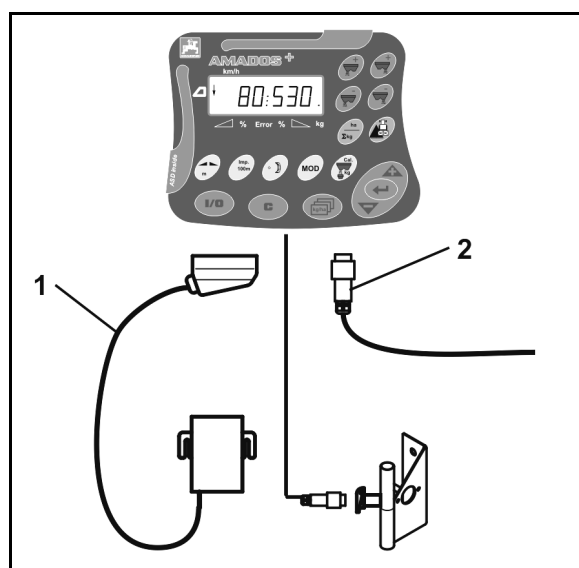

Рис. 2
1. Подключите навешенный/прицепленный к трактору агрегат с помощью штекера агрегата (Рис. 2/1).
2. Подсоедините сигнальный кабель от сигнального разъема или датчика X (Рис. 2/2) к **AMADOS⁺**.